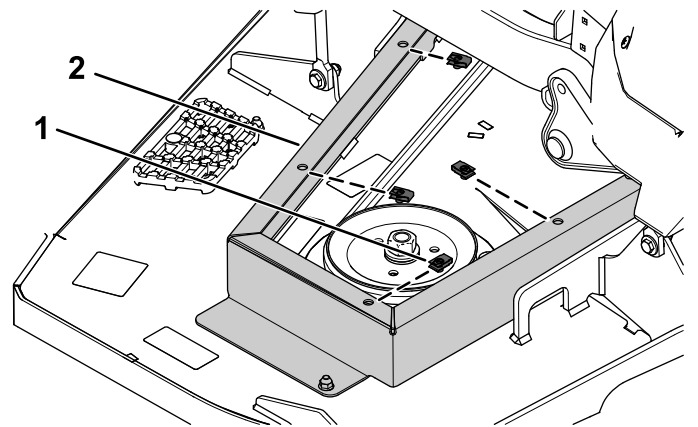

Figure 8
3. Installez 3 clips sur le support de protection de poulie gauche (Figure 8).